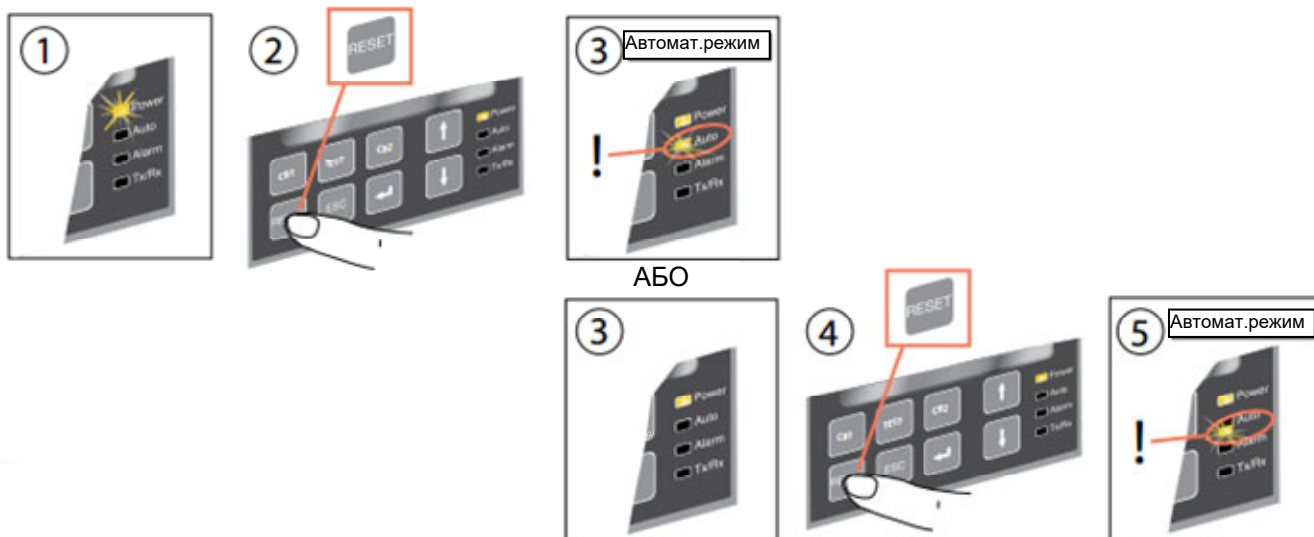

Рисунок 2.4 – Опис процедури вибору Автоматичного режиму роботи ATS022
- 1) переконатись, що горить світлодіод POWER (рис.2.4/1);
- 2) натиснути кнопку RESET (рис. 2.4/2). Якщо світлодіод AUTO горить, то блок AT5022 знаходиться в автоматичному режимі роботи (рис. 2.4/3);
- 3) якщо світлодіод AUTO не горить, то необхідно натиснути RESET ще раз; Світлодіод AUTO загориться і блок ATS перейде в автоматичний режим (рис. 2.4/4).